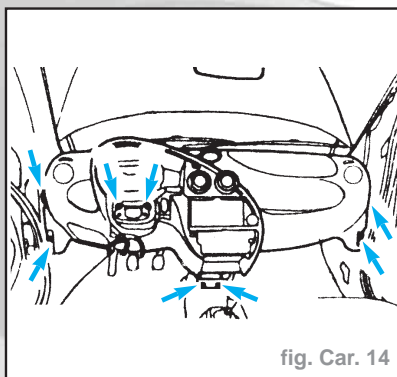

fig. Car. 14
- Déposer le rembourrage de la planche de bord (huit vis) (fig. Car. 14).